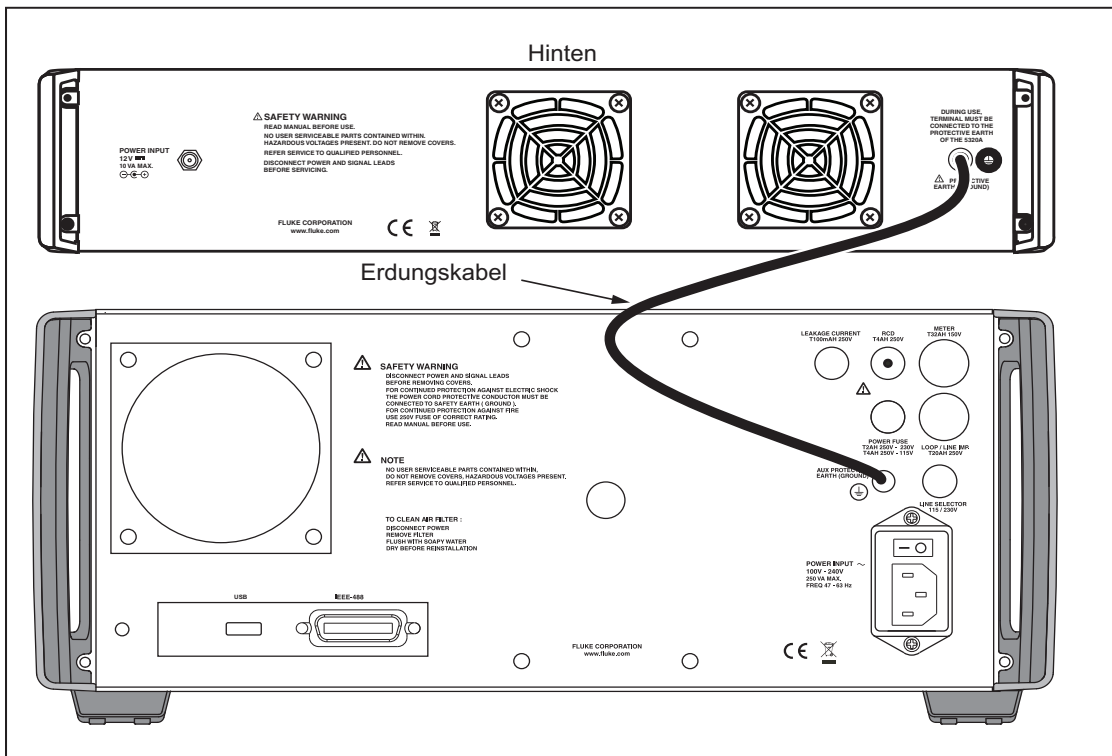

Abbildung 3. Erdungskabelanschluss
3. Wenn Sie das Produkt auf der Oberseite des Kalibrators angebracht haben, schließen Sie das Erdungskabel zwischen der Rückseite der Produkterdung und der Rückseite der Kalibratorerdung an. Siehe die Erdungskabelverbindung in Abbildung 3, in der die Rückseite des Produkts abgebildet ist.